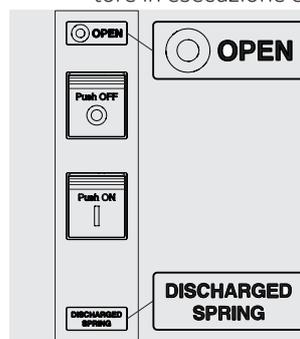

Figura 32
- Interruttore aperto con molle scariche (vedi Figura 32).